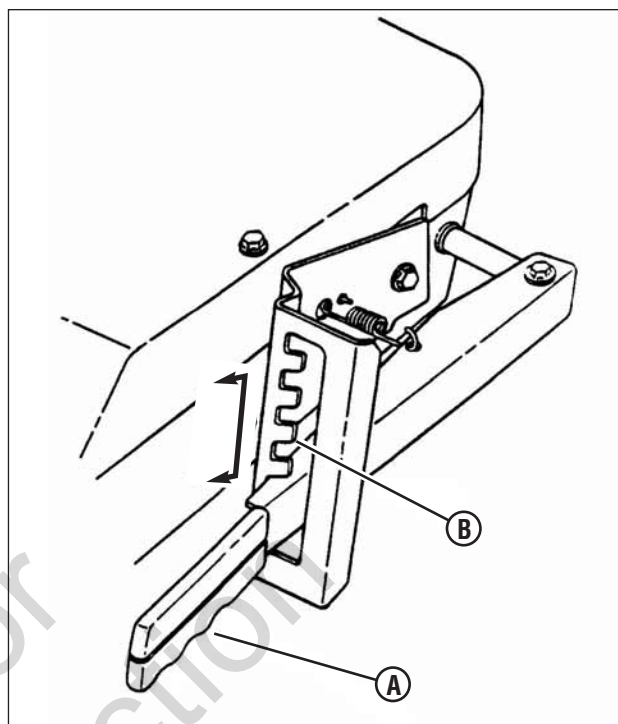

Figura 18: Ajuste da altura do corte
1. Ajuste a altura do corte elevando ou abaixando a alavanca do elevador da plataforma (A, Figura 18) até o entalhe da altura de corte desejada (B).